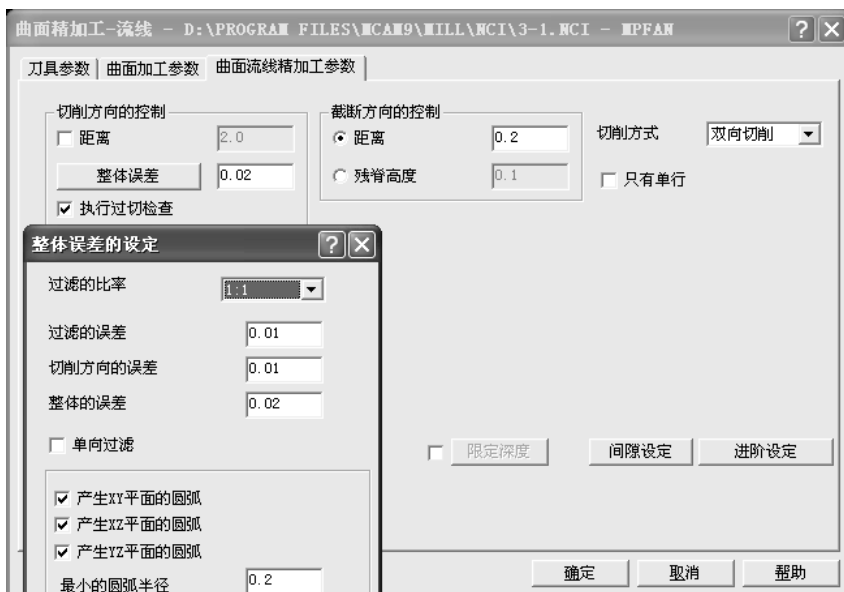

图 3-28 曲面流线精加工参数
14) 用 $\phi 6R3$ 球刀加工 SR15 球面, 选择“曲面流线”加工方式, 加工面选择 SR15 球面, 不选择干涉面, 刀具参数与曲面加工参数同步步骤 13); 在“曲面流线精加工参数”选项卡中设定整体误差: 0.02, 过滤的比率为 1:1, 截断方向的控制点选“距离”, 设定为 0.2, 切削方向切换为“沿着曲面环向”, 其余参数默认, 如图 3-28 所示。